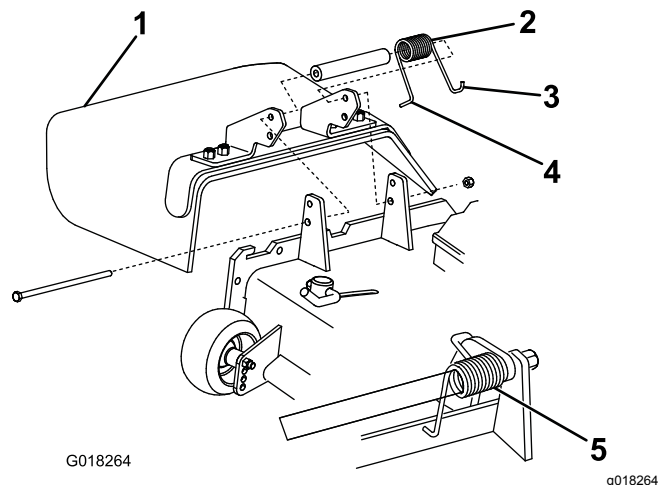

Bild 3
3. Führen Sie das J-förmige Hakenende der Feder um das Ablenkblech (Bild 3).